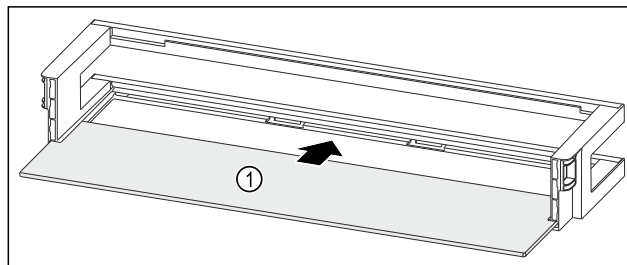

Fig. 98 Balconcino controporta con ripiano
- Inserire il ripiano Fig. 98 (1) negli incavi laterali.